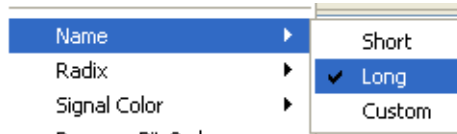

図 4-25：信号名の表示形式の変更
2. [Name] → [Long] をクリックします (図 4-25)。